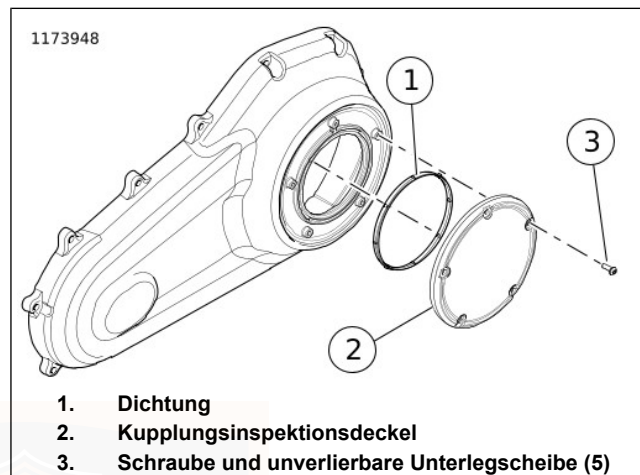
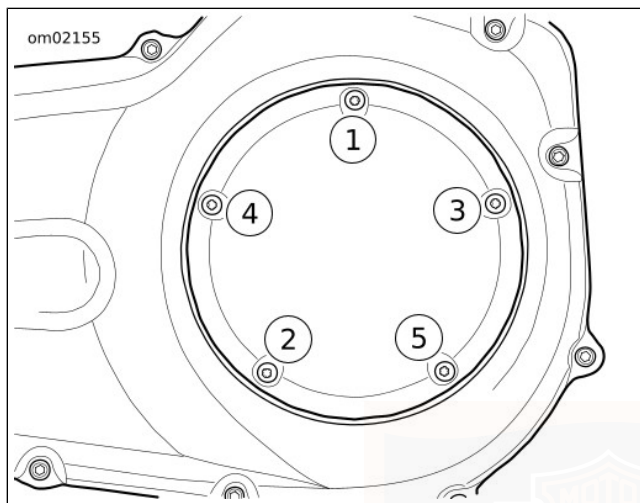

Abbildung 53. Kupplungsdeckel (Typisch)
Abbildung 54. Anzugsreihenfolge für Kupplungsdeckel
6. Siehe Abbildung 53. Schrauben (3) und Kupplungsinspektionsdeckel (2) entfernen.
7. Dichtung (1) entfernen. Das Öl aus dem Primärkettengehäusedeckel und der Nut im Inspektionsdeckel abwischen.
- Siehe Abbildung 53. Bringen Sie eine **neue** Dichtung (1) in der Nut in der Abdeckung an.
- Den Kupplungsinspektionsdeckel (2) mit Schrauben und unverlierbaren Unterlegscheiben (3) sicher befestigen.
- Siehe Abbildung 54. In angegebener Reihenfolge anziehen.